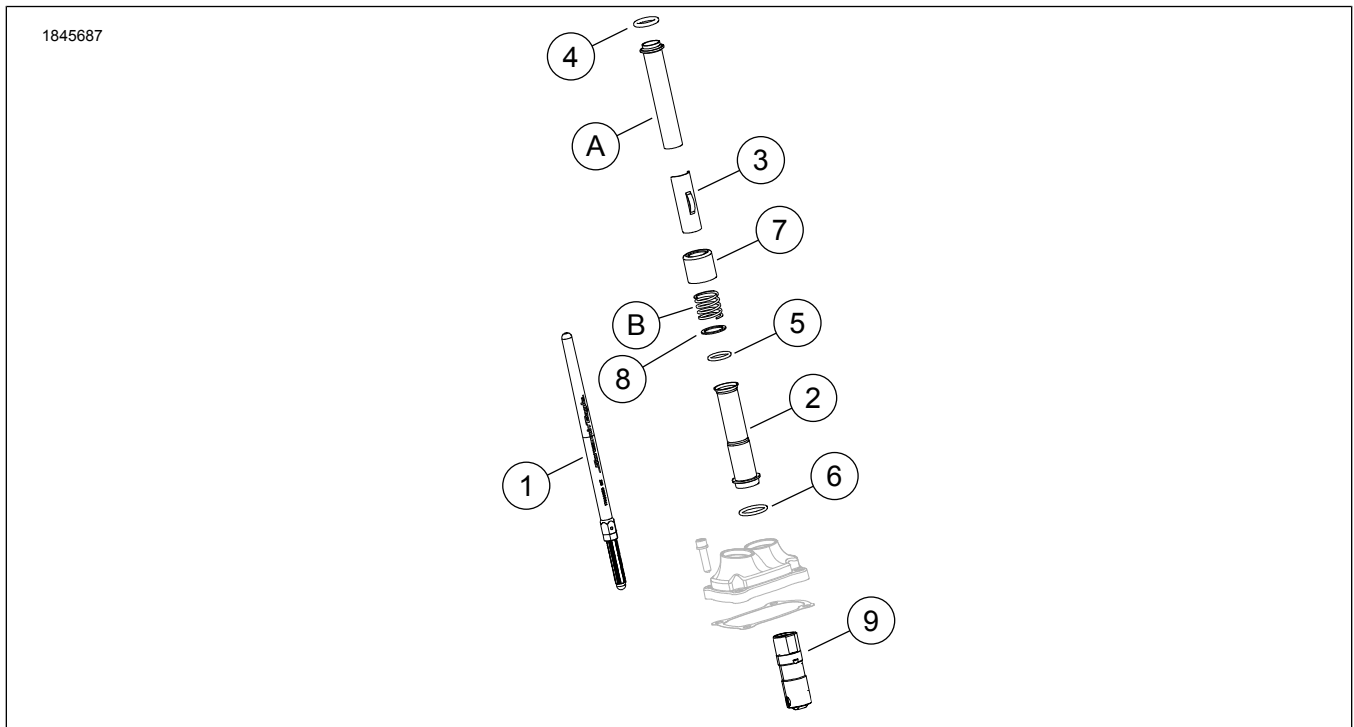
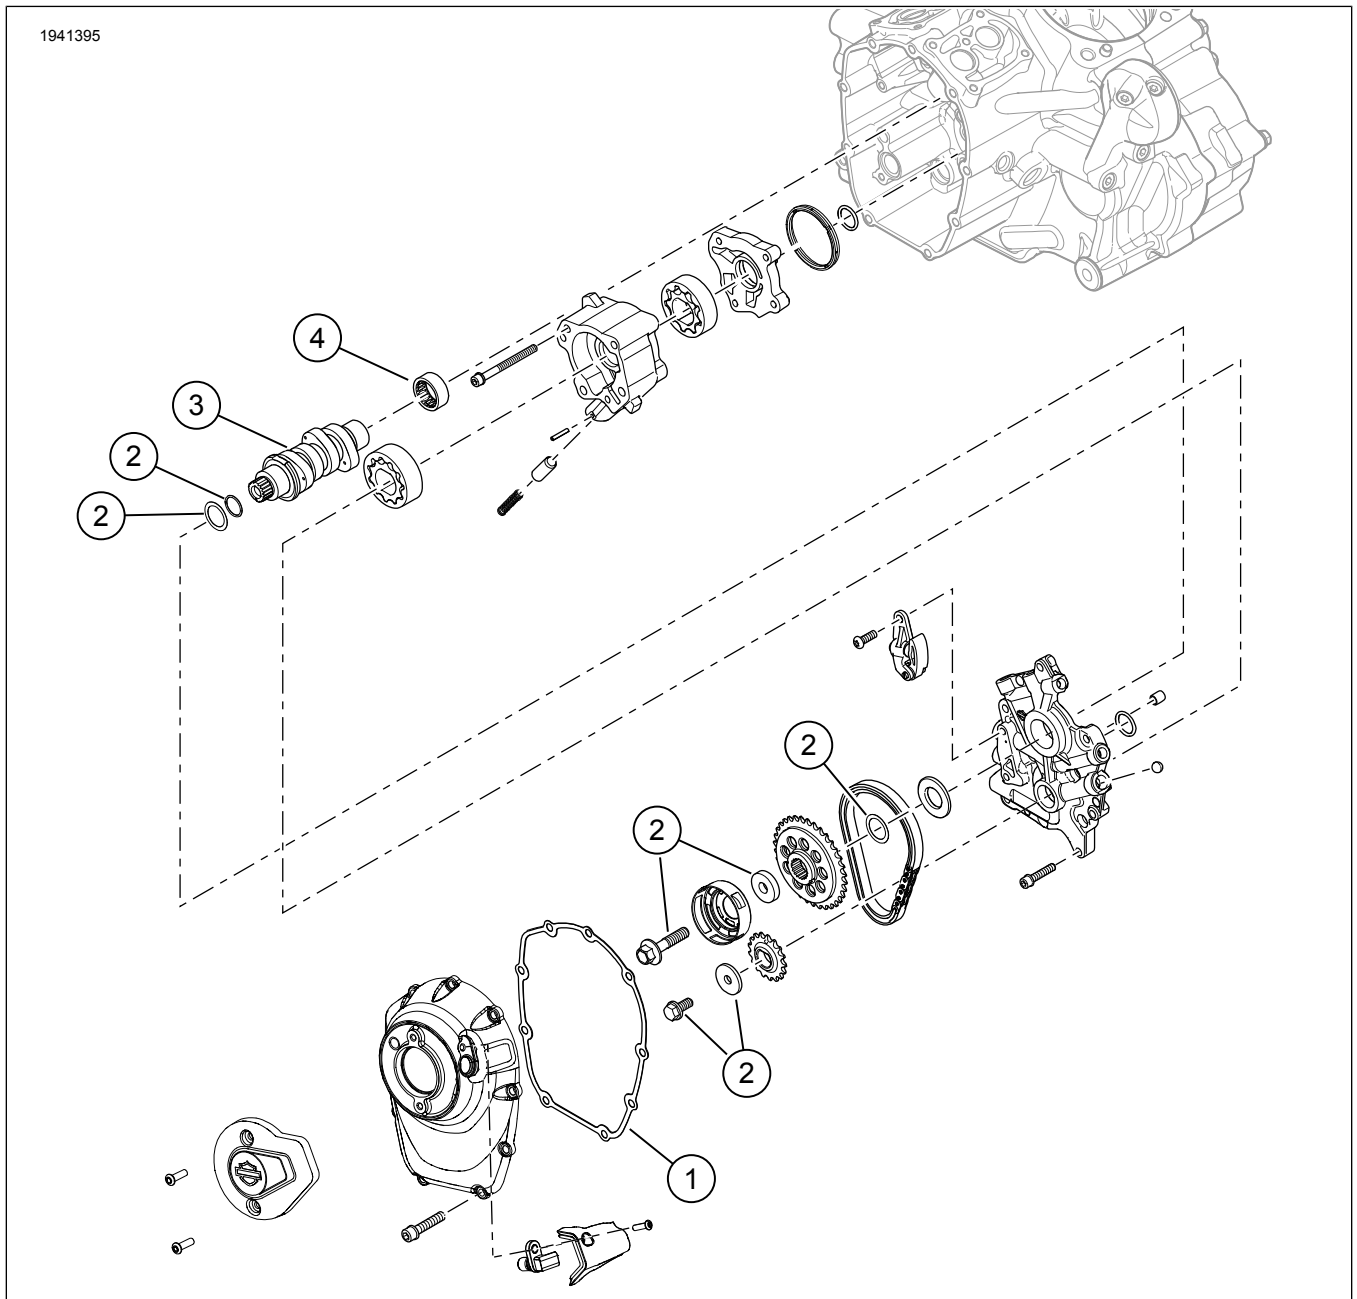

Figure 1. Contenu du kit : Kit Screamin' Eagle Milwaukee-Eight Stage 2
Figure 2. Contenu du kit : Kit Screamin' Eagle Milwaukee-Eight Stage 2
Consultez Figure 1 et Figure 2.
1. Figure 2 Installez la pompe à huile. Consultez le manuel d'entretien.